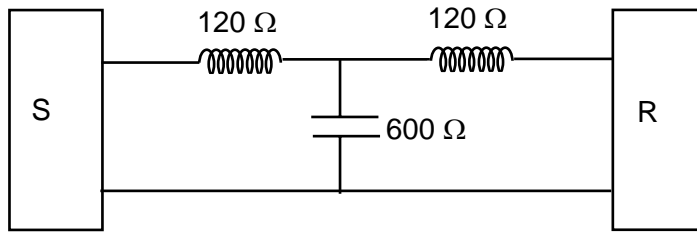

Fig. 2-7
2. Une ligne de transmission longue de 300 miles possède une réactance de 240 Ω par phase et une capacitance phase-neutre de 600 Ω par phase. Son schéma équivalent par phase peut être approximé par le circuit représenté à la Fig. 2-7.